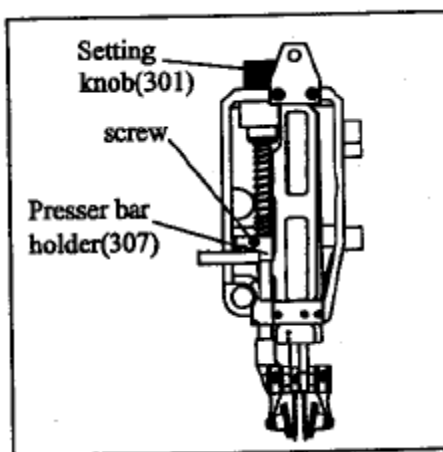

Рис. 6
4.4 Настройка регулировки высоты прессового колеса (Рис. 6)
4.5 Настройка регулировки давления прессового колеса (Рис. 6)